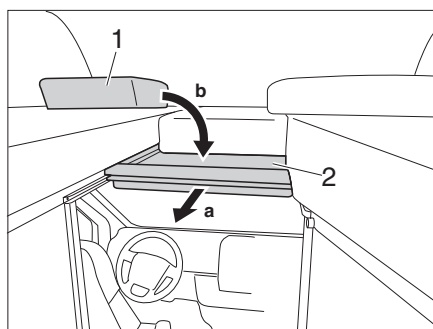

Fig. 60 Separación de la cabina del conductor
- Desplazar con el tirador la base de cama (Fig. 60,2) hacia delante.
- Poner el cojín (Fig. 60,1) en la base de cama.
- Poner el cojín (Fig. 60,1) al lado
- Empujar la base de cama (Fig. 60,2) hacia atrás.